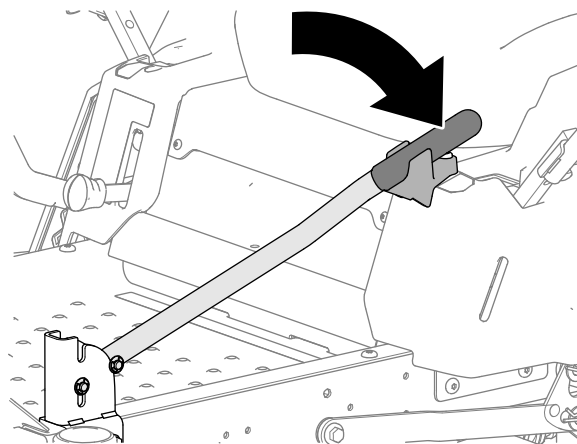

Figura 20
2. Mueva el asidero hacia atrás del todo como se muestra en la Figura 20.